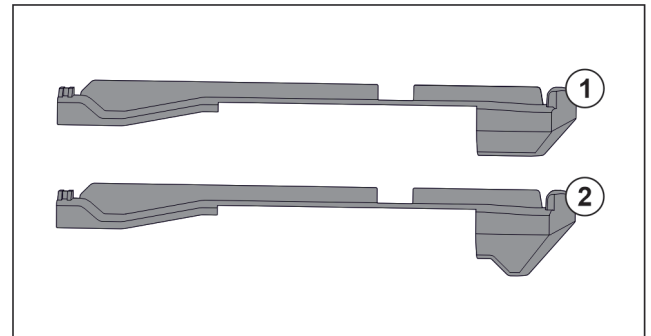

Fig. 108 Jämförelse mellan tillsatser
Det finns två olika tillsatser i skåpet. Tillsatsen över den nedersta utdragslådan Fig. 108 (2) har en trehörnig kant. Alla övriga tillsatser Fig. 108 (1) har en rak kant.
- ▶ Sätt fast tillsats Fig. 108 (2) med den trehörniga kanten över den nedersta utdragslådan.
- ▶ Sätt fast tillsats Fig. 108 (1) med den raka kanten på alla övriga platser.